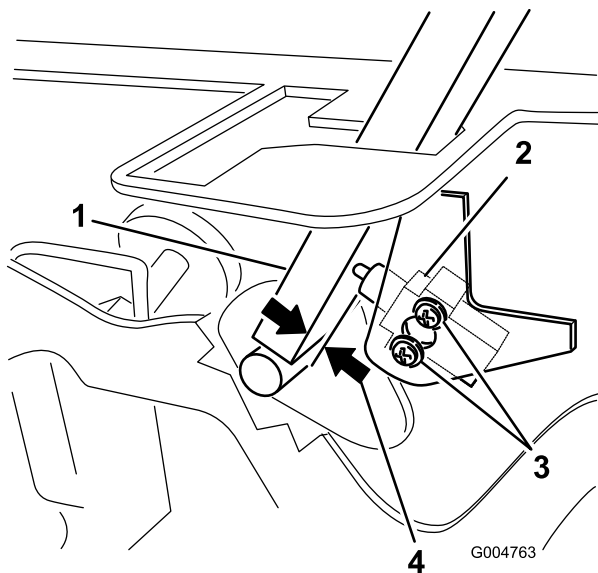

Рисунок 51
3. Ослабьте 2 винта крепления блокировочного выключателя (Рисунок 51).
4. Удерживая рычаг управления прижатым к раме, переместите выключатель в направлении рычага так, чтобы расстояние между рычагом и корпусом выключателя составляло 0,4–1 мм, как показано на Рисунок 51.